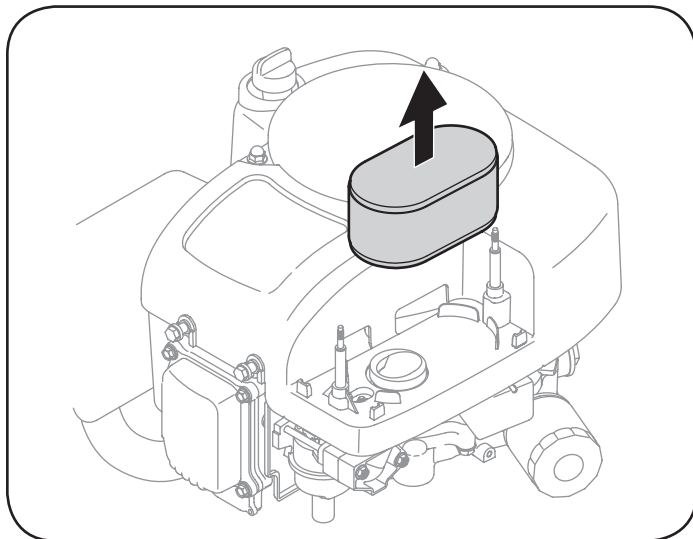

Figura 24
- Extraiga el filtro de aire. Vea la Figura 24.